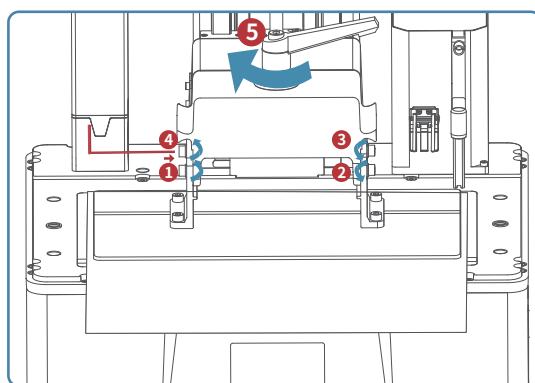

Figura 6
1. Strângeți mânerul rotativ ⑤, apoi slăbiți cele patru șuruburi de fixare ① ③ ④ ② ale plăcii de imprimare, până când placa se poate mișca liber (vezi Figura 6).